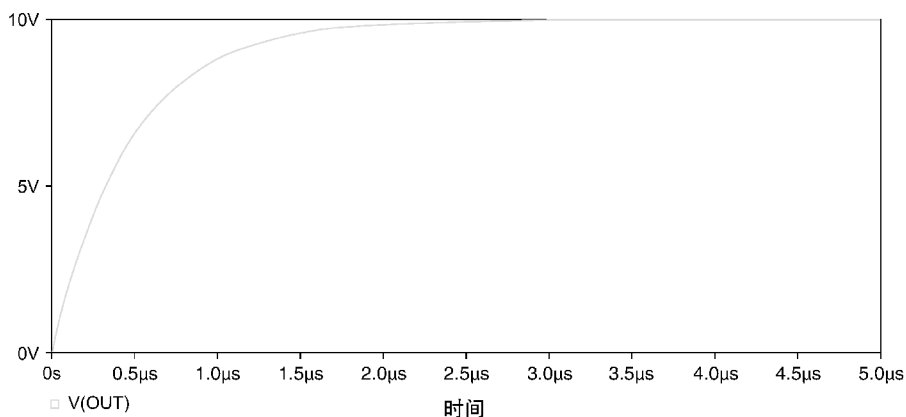
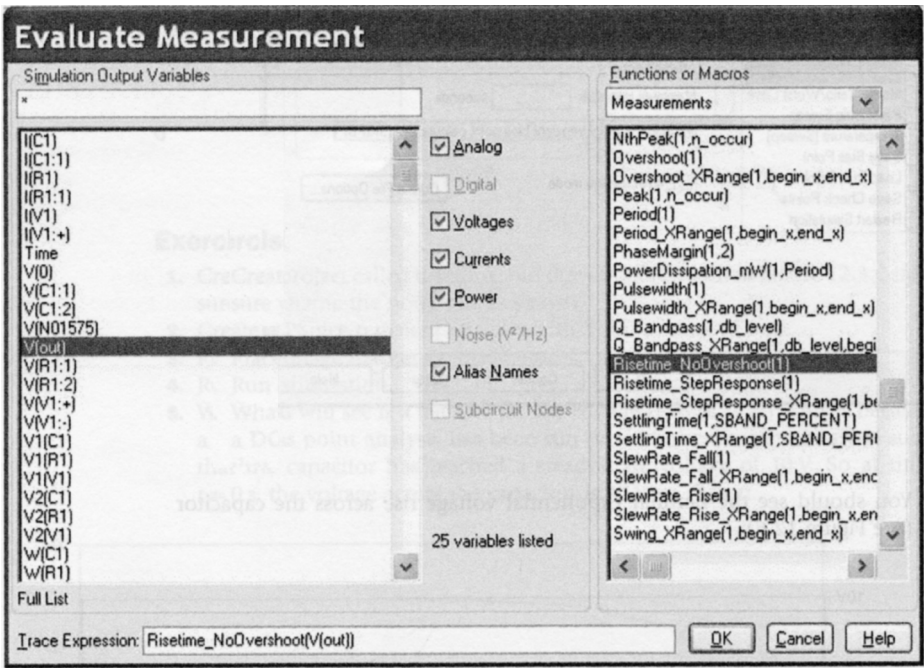

图 12.6 电容两端电压波形从 0V 开始按照指数形式上升
图 12.7 选择 Risetime _ NoOvershoot 测量函数
7. 仿真结果如图 12.6 所示，电容两端电压为指数上升波形。
8. 在 PSpice 中，选择菜单 **Trace > Evaluate Measurement**，然后在右侧的测量函数列表中选择 **Risetime_NoOvershoot (1)** 无过冲阶跃响应曲线的上升时间测量函数，其中 (1) 表示该函中只包含一个参数。
- 在 **Trace Expression** 曲线表达式对话框中，光标所选定的变量名称会自动输入到函数中。选择 V(out)，函数表达式将如图 12.7 所示。然后单击 OK 按钮对设置进行确定。